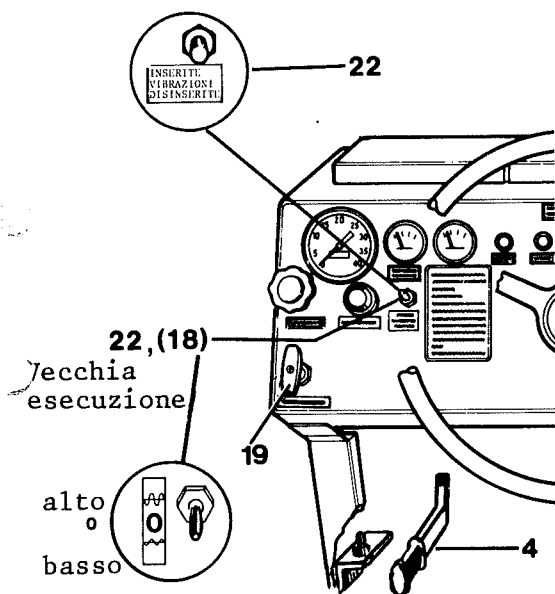

Fig. 14
- 4 Impostare l'interruttore delle vibrazioni (22) nella posizione DIS. (sui rulli provvisti di interruttore (18) mettere nella posizione 0).
- 5 Accertarsi che la marcia sia inserita (4), fig. 14.